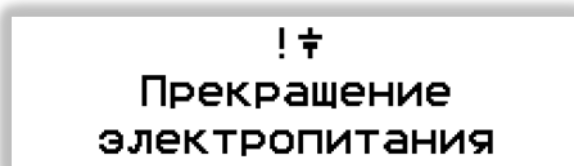

Рисунок 1. Сообщение «Отключение электропитания».
6.6.2 При включении тахограф сообщит на дисплее и звуковым сигналом о том, что было отключение его от источника постоянного электропитания (см. Рисунок 1).